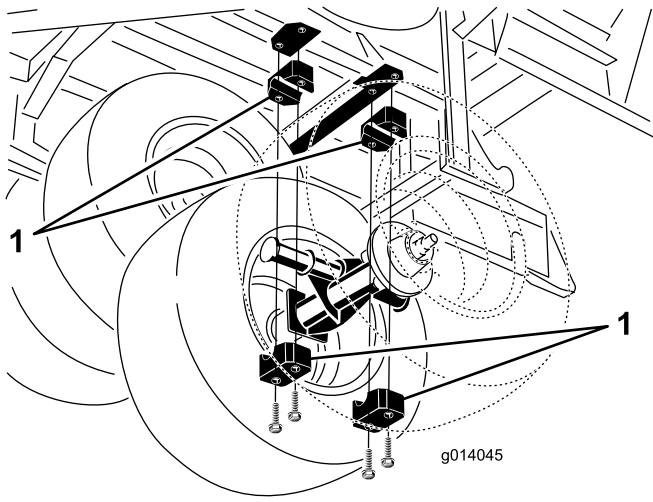

図 2
3. 黄色いベアリング・ブロックを貫通しているボルト4本 (車体の左右で車軸を支えているボルト) とナットを外す (図 2)。